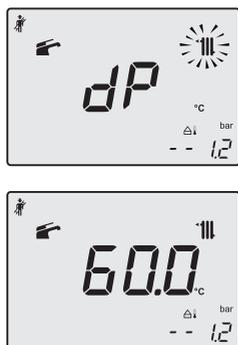

Figura 9.14
- Premendo ulteriormente il tasto 17 è possibile variare nuovamente la potenza in modalità spazzacamino: con visualizzazione sul display LCD delle lettere **dp** che si alternano con il valore di temperatura dell'acqua di riscaldamento (es.60), siamo "funzione spazzacamino" alla potenza massima in sanitario" (Figura 9.14);